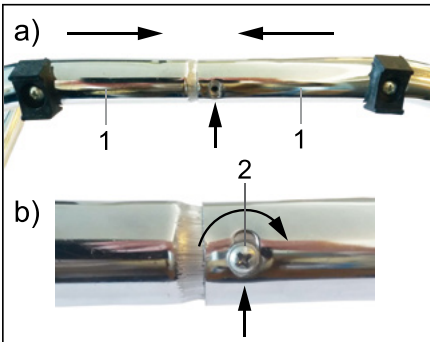

Fig.3: Montage Trägerhälften
7. Stecken Sie die beiden Trägerhälften (1) wie in Abb. 3 a) gezeigt zusammen.
8. Schrauben Sie sie mit der Kreuzschlitzschraube mit Linsenkopf (2) fest. Siehe Abb. 3 b).